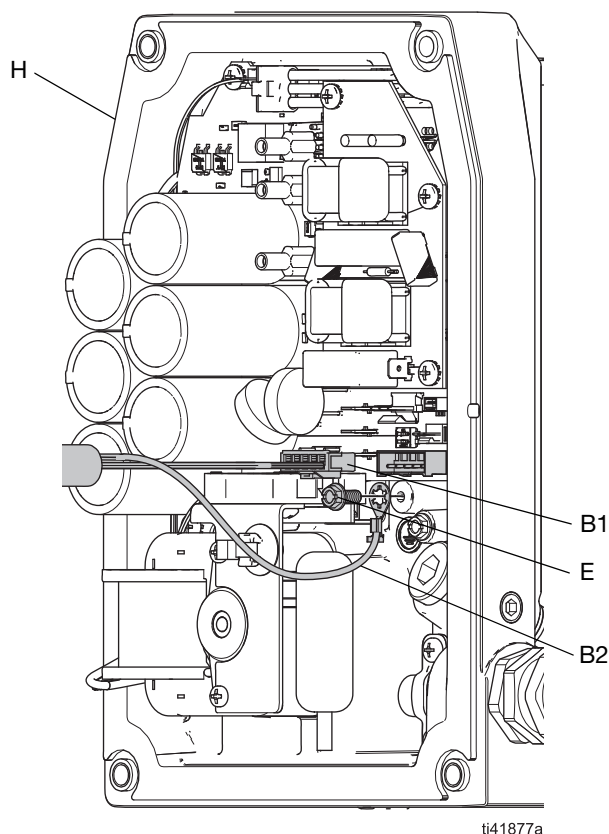

FIG. 5: I/O-kabelledning og I/O-kabel jordledning tilkobling
n. Stram festene godt til (D).
5. Installer I/O-kabelens jordledning (B2) og jorde feste (E) til hullet i styreenhethuset (H). Skru godt til. Se **Koble til hovedkortet**, side 8.
6. Koble pluggen på I/O-kabelen (B1) til kontakten på hovedkortet. Se FIG. 5.
7. Installer styreenhetdekslet (F). Se manualen for motoren. Se **Relaterte håndbøker**, side 2.
1. Installer I/O-kabelens jordledning (B2) og jorde feste (E) til hullet i styreenhethuset (H). Skru godt til. Se FIG. 5.
2. Koble pluggen på I/O-kabelen (B1) til kontakten på hovedkortet. Se FIG. 5.